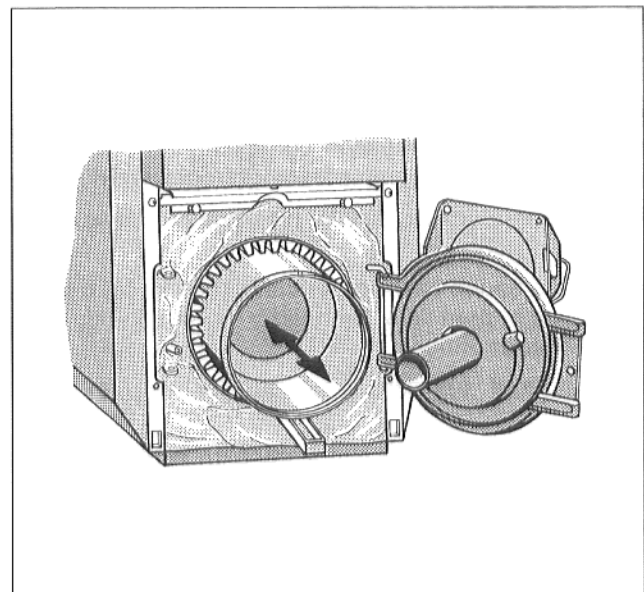

Abb. 29
- Flammtopf wieder so einsetzen, daß die Haltebügelstange vorne, unten in den Vertiefungen der Heizflächen liegen (Abb. 29).
- Brennergurt öffnen, Flammtopf aus dem Feuerraum entnehmen (Abb. 29).
- Flammtopf aus dem Feuerraum entnehmen (Abb. 29).